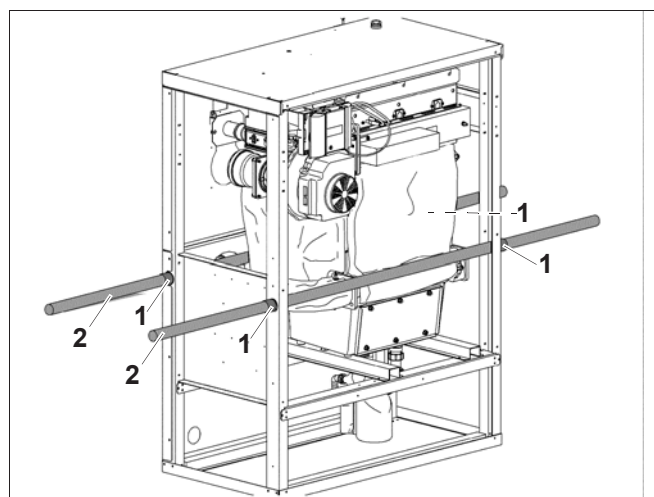

Рис. 6 Перенос котла с использованием труб
- Вставьте трубы в отверстия с фронтальной стороны котла (→ рис. 6).
- Чтобы трубы не скользили, их нужно закрепить скотчем в указанных на рис. 6 местах.